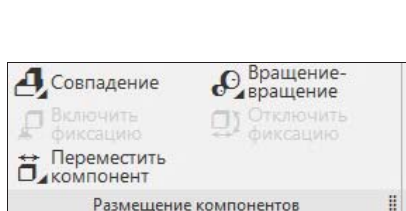

Рис. 25.6. Панель инструментов
- ◆ Панель инструментов **Размещение компонентов** (рис. 25.6) — содержит команды группы **Совпадение**, группы перемещения и группы вращения-перемещения;